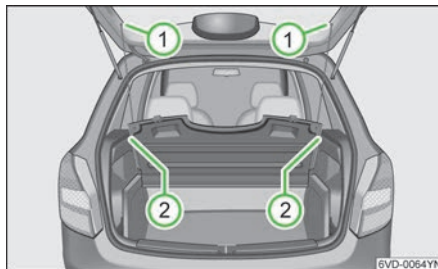

图 69
- ▶ 从行李厢盖上的[1]，▶ 图 69 处解开两侧的细绳，轻轻抬起行李厢盖板。
- ▶ 朝后方拉动并轻击盖板底部的两侧，从支架[2]，▶ 图 69 上拆下行李厢盖板。